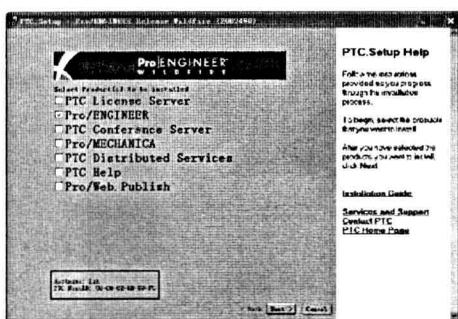
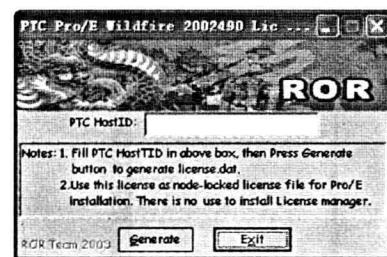

图 1-1
图 1-2
- (1) 将 Pro/ENGINEER Wildfire 的安装光碟中的 Crack 文件夹拷贝到硬盘上备用。
- (2) 执行光盘上的 Setup.exe 文件出现安装菜单，如图 1-1 所示。
- (3) 执行硬盘上的 Crack 目录下的 Keygen.exe 文件出现对话框，如图 1-2 所示。输入图 1-1 中矩形框内标示的 Host ID 号，单击 Generate 按钮后在硬盘上的 Crack 文件夹中生成一个 License.dat 文件。